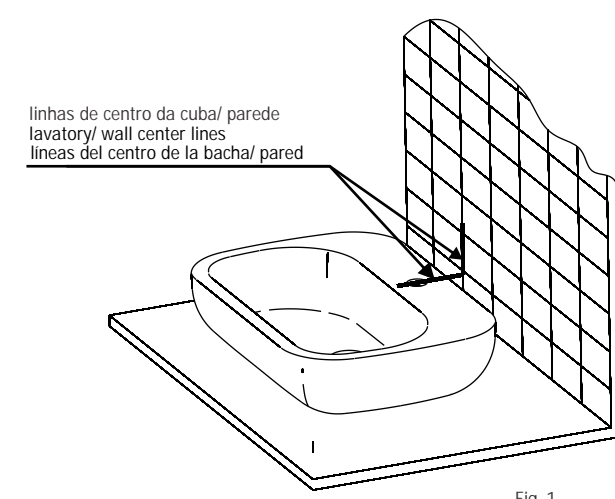

Fig. 1
- Colocar a cuba sobre o tampo e traçar uma linha conforme fig. 1, retirar a cuba e prolongar esta linha até o tampo.
Place the lavatory over the countertop and draw a line according to fig. 1. Remove the lavatory and extend this line up to the countertop.